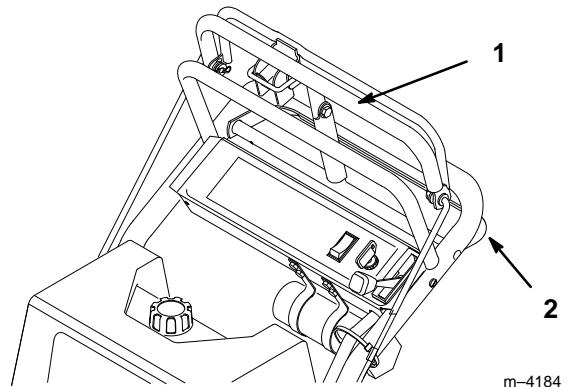

Abbildung 14
3. Den oberen Fahrantriebshebel langsam nach vorne schieben, um vorwärts zu fahren (Abb. 14).
Um geradeaus zu fahren, beide Seiten des oberen Fahrantriebshebels gleichmäßig drücken (Abb. 14).
Zum Richtungswechsel, die rechte Seite des Fahrantriebshebels ziehen, um nach rechts zu fahren, die linke Seite ziehen, um nach links zu fahren (Abb. 14).
3. Langsam untere Betätigungsstange und Griffstange zusammendrücken, um rückwärts zu fahren (Abb. 14).
Um geradeaus zu fahren, gleichmäßigen Druck auf beide Seiten des unteren Fahrantriebshebels ausüben (Abb. 14).
Zum Richtungswechsel, den Druck auf der Seite des Fahrantriebshebels wegnehmen, in die man abbiegen möchte (Abb. 14) will.